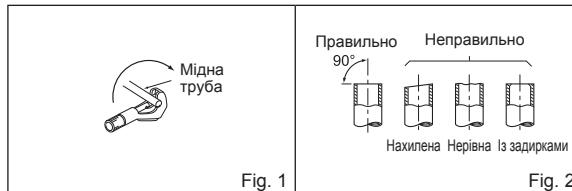

Fig. 1
- Правильно розріжте мідну трубу труборізом (Fig. 1, 2).